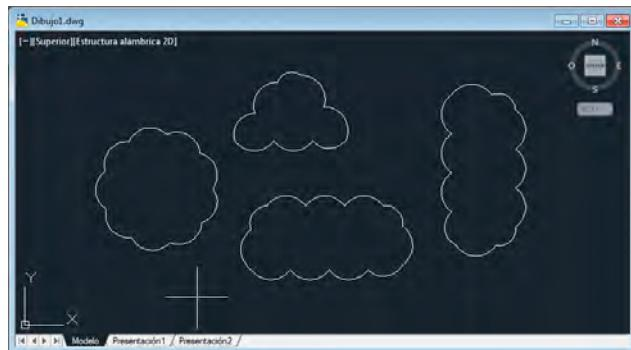

Figura 7.69. Ejemplos de conversión en nubes de revisión de objetos cerrados.
- La opción **Objeto**, que se puede seleccionar al pulsar **Intro**, permite convertir en nubes de revisión objetos previamente dibujados, como círculos, polilíneas, polígonos, elipses, líneas, arcos o *splines*. Aunque se puede convertir cualquier objeto en otro compuesto por arcos de polilínea, lo más adecuado, en función de su utilización más habitual es que sean objetos cerrados los que se transformen en nubes de revisión. La variable de sistema **DELOBJ** controla que el objeto original se elimine del dibujo, lo que ocurre por defecto. En la figura 7.69 se muestra la conversión de un círculo, un rectángulo, un triángulo y una elipse en respectivas nubes de revisión. Como puede observar, los arcos pueden presentar diferente disposición elegida por el usuario en línea de comando, en la petición **Invertir dirección**: